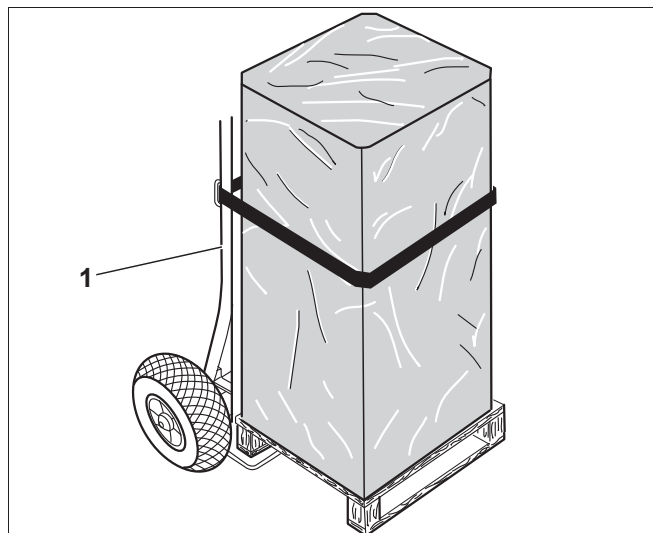

Рис. 3 Транспортировка бака-водонагревателя на специальной тележке для перевозки котла
- ▶ Приставьте тележку для транспортировки котла (рис. 3, [1]) к задней стенке упакованного бака-водонагревателя.